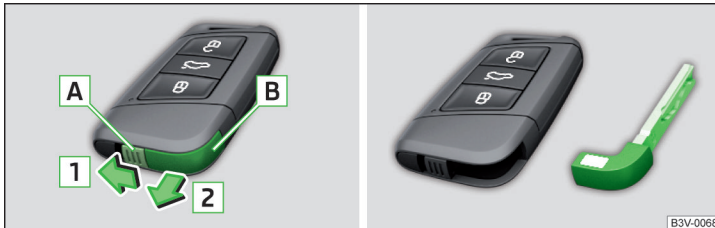

Abb. 35 KESSEY-Schlüssel
- Die Rastnase **A** in Pfeilrichtung **1** entriegeln » Abb. 35.